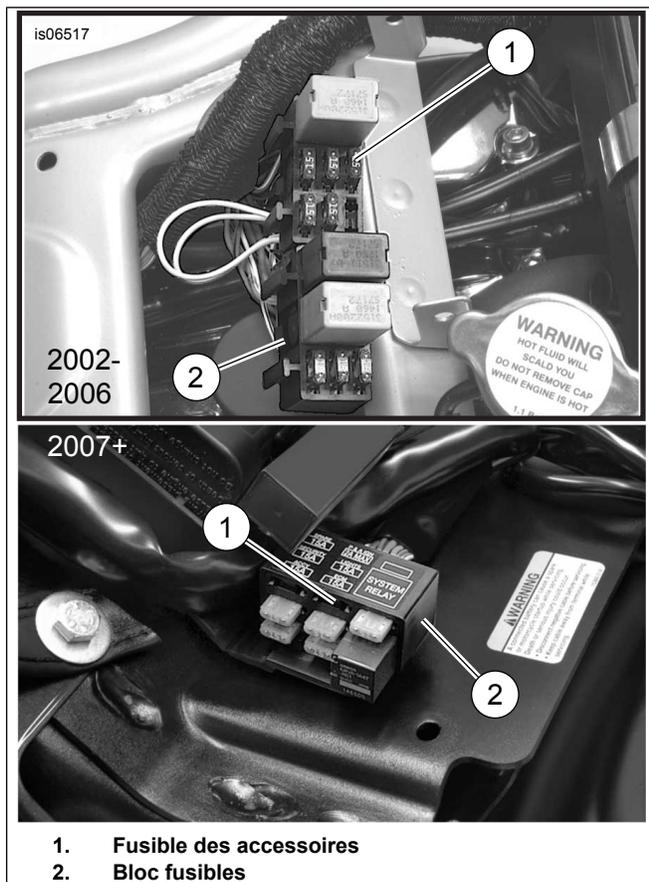

Figure 15. Emplacements des fusibles des accessoires (modèles V-Rod)
- Voir Figure 15. Couper avec soin pour l'ouvrir une partie de la gaine du faisceau principal près du bloc fusibles (2) en un point accessible et couper le fil orangé/blanc du faisceau principal conduisant à la cavité de fusible (1) marquée :